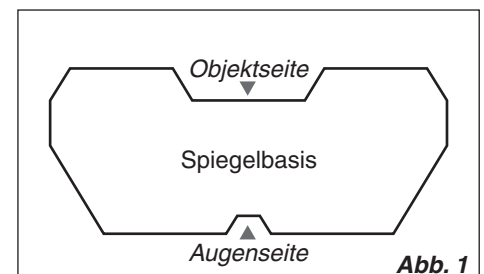

Abb. 1
**Schritt 7:** Falzen Sie bei der Randverkleidung Objektseite [D1, Bogen 3] die grauen Klebelaschen an ihren perforierten Knicklinien nach hinten. Sie sollten sich in den leeren Raum zwischen Boden- und Deckplatte schieben lassen, ggf. werden sie mit einer Schere etwas verschmälert. Die beiden anderen Stellen im Streifen, die durch Perforationsschnitte vorbereitet sind, werden nach vorne gefalzt. Kleben Sie dann die Randverkleidung an der Objektseite der Spiegelbasis (s. Abb. 1) stumpf auf die Kanten von Boden- und Deckplatte. Die beiden Klebelaschen werden so weit ins Innere gedrückt, dass später die seitlichen Randverkleidungen gut an den Falzstelle anschließen können.
**Schritt 8:** Falzen Sie bei der Randverkleidung Augenseite [D2, Bogen 3] die beiden mittleren Perforationsschnitte nach vorne, die rechts und links folgenden nach hinten und die beiden grauen Laschen ebenfalls nach hinten. Kleben Sie dann die Randverkleidung an der Augenseite auf die Kanten der Spiegelbasis (Abb. 1) und drücken Sie auch hier die grauen Laschen etwas in die Basis hinein.